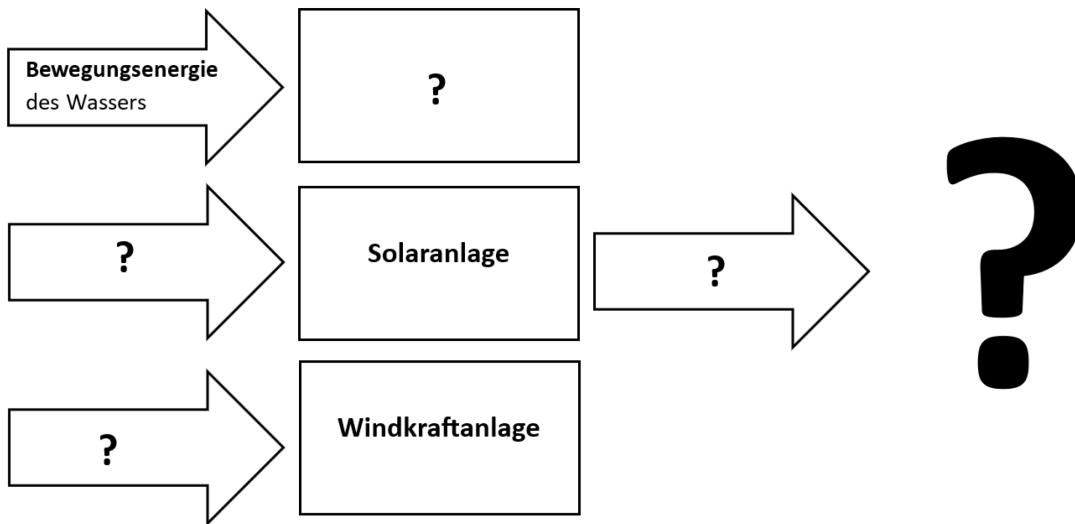

Abbildung 1: Anfang des Schaubilds, erstellt mit den Schablonen aus M 5. (IQB e. V., 2024).
- ◆ Abbildung 1: Copyright Grafik: IQB e. V. (2024). *Anfang des Schaubilds, erstellt mit den Schablonen aus M 5*. Lizenz: Creative Commons (CC BY). Volltext unter: <https://creativecommons.org/licenses/by/4.0/legalcode.de>